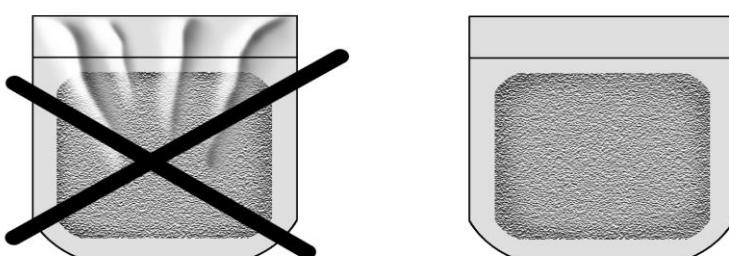

Рис.2
- Необходимо избегать складок пакета на планке во избежание последующего развакуумирования (Рис. 2).